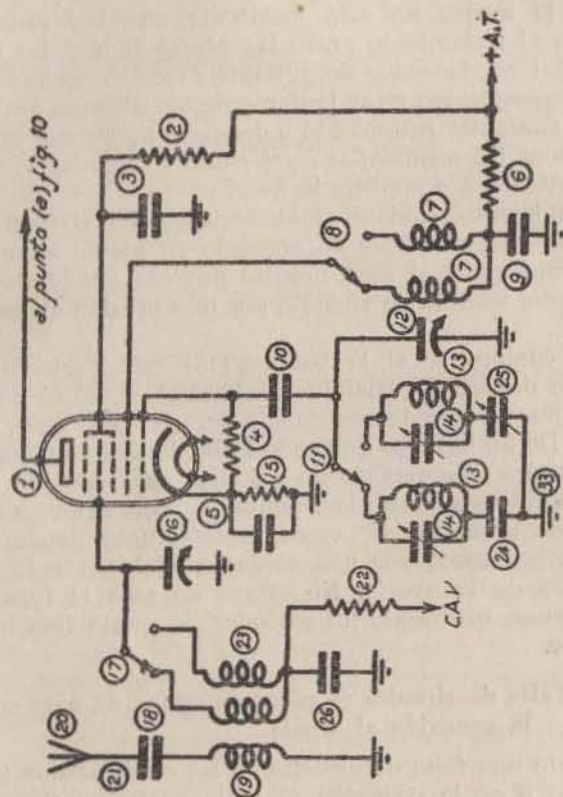

Fig. 11.—Pasos mezclador y de entrada
**Averías en el paso cambiador de frecuencias (fig. 11)**
**113.—Desconexión o cortocircuito en el condensador de sintonía (fig. 11).**
Averías en el circuito de antena (fig. 11)